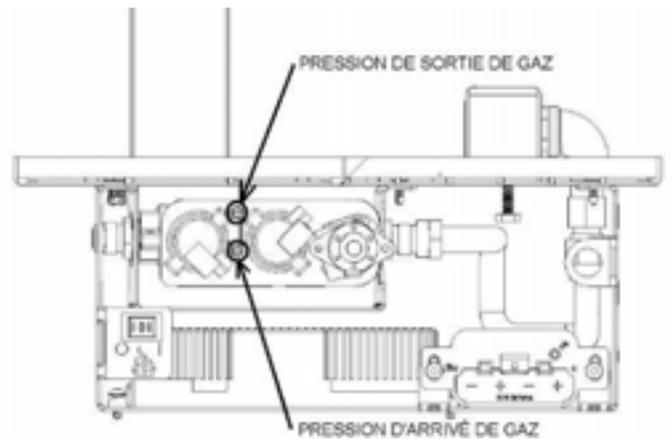

Figure 6.5
- Desserrez l'orifice(s) de vérification de pression d'entrée «IN» et/ou de sortie «OUT» en tournant dans le sens antihoraire avec un tournevis plat d'une largeur de 1/8 pouce (3mm) (Figure 6.5).